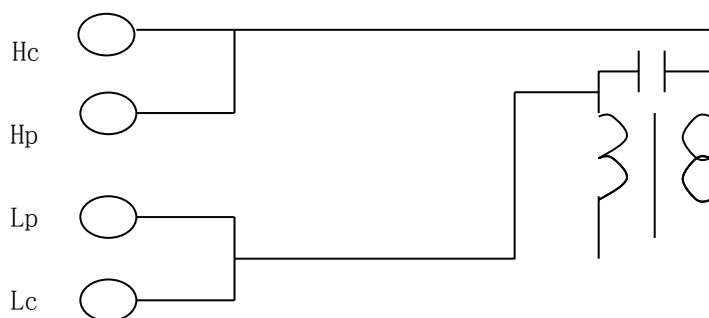

图 5-10 初、次级电容量测量
- **初、次级间电容量测量：**按图 5-10 所示连接，测量参数用 C_p-R_p ，可测量初、次级电容量。